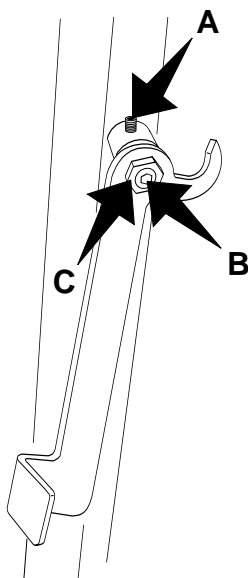

Fig. 7.1.7
7.1.7 Réglage de la poignée (Fig. 7.1.7)
7.1.7 Ajuste de la manilla (Fig. 7.1.7)